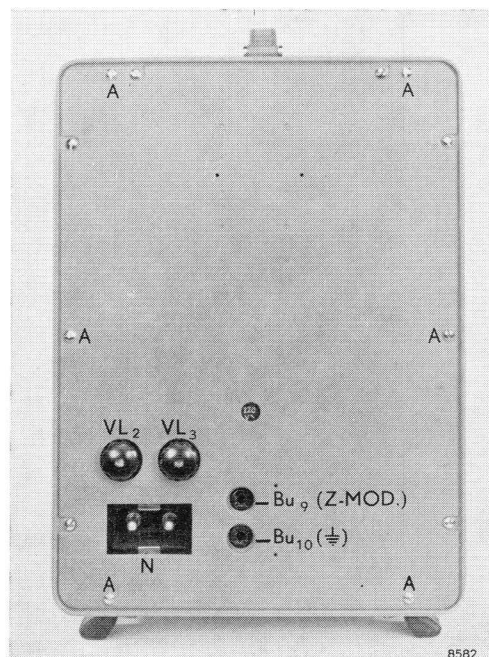

Bild 3
Das Gerät kann mit Hilfe eines Spannungswählers auf Netzspannungen von 110, 127 oder 220 V eingestellt werden. Der eingestellte Spannungswert ist durch die runde Öffnung in der Rückwand ablesbar (siehe Bild 3).
- Die Netzanschlußbuchse („N“ Bild 3) über das mitgelieferte Kabel mit dem Netz verbinden.